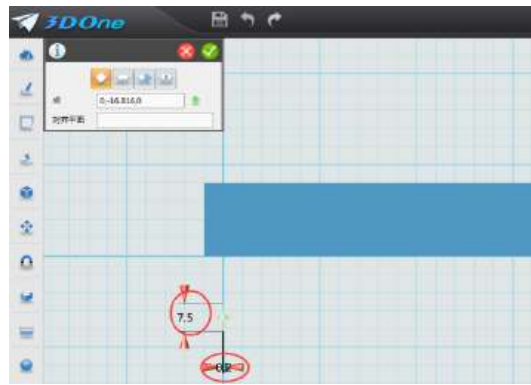

图 6-5
1.制作 cm 刻度线：鼠标移到屏幕最左侧第一个图标“基本实体”命令里面的“六面体”命令，在直尺下方位置绘制微型六面体，长度：7.5；宽：0.2；高：1.2，如图 6-5。